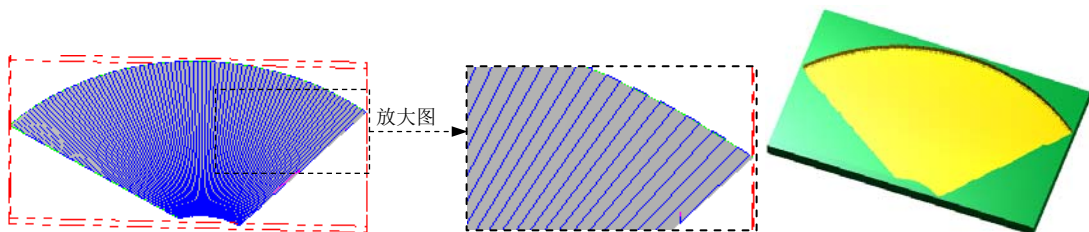

图 11.4.6 刀具路径
(4) 完成参数设置。对话框中的其他参数保持系统默认设置值,单击“曲面精加工放射状”对话框中的 按钮,同时在图形区生成图 11.4.6 所示的刀具路径。
(1) 在“操作管理器”中单击 刀具路径 - 28.1K - 复件 FINISH_RADIAL-OK.MC - 程序号码 0 节点,系统弹出“路径模拟”对话框及“路径模拟控制”操控板。
(2) 在“路径模拟控制”操控板中单击 按钮,系统将开始对刀具路径进行模拟,结果与图 11.4.6 所示的刀具路径相同,在“路径模拟”对话框中单击 按钮。